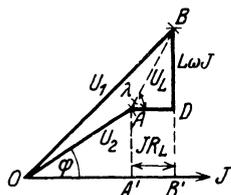

Abb. 283. Zur Berechnung von induktiven Leitungen mit induktiver Belastung.
1. Berechnung auf Spannungsverlust. Ist der induktive Widerstand ($L\omega$) der Leitung nicht zu vernachlässigen, so gilt folgendes: Es seien U_1 und U_2 die Spannungen zwischen zwei Leitungen am Anfang und Ende derselben, J der Strom, der gegen die Spannung U_2 um den gegebenen φ zurückbleibt, R_L der Echtwiderstand, $L\omega$ der Blindwiderstand der Leitung, so entsteht in ihrem Scheinwiderstand $\sqrt{R_L^2 + (L\omega)^2}$ ein Spannungsverlust $U_L = J\sqrt{R_L^2 + (L\omega)^2}$, der gegen den Strom um den λ verschoben ist. U_2 und U_L geben geometrisch addiert U_1 (Abb. 283). Durch Rechnung findet man aus dem rechtwinkligen Dreieck $OB'B'$